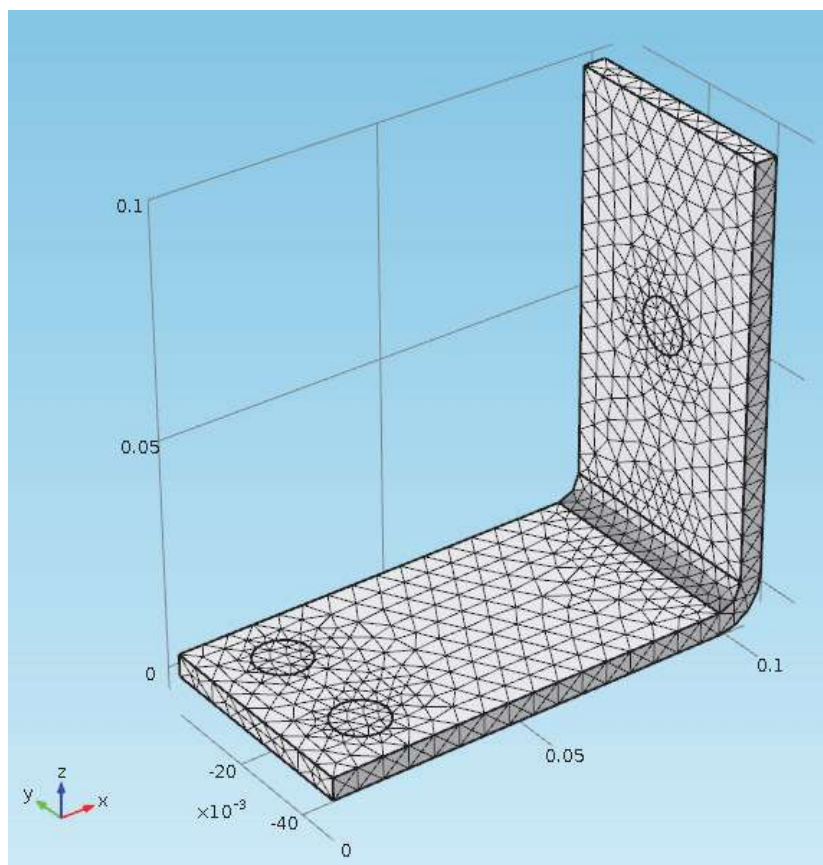

Рис. 4.23. Сетка разбиения
4. Нажмите кнопки **Build All** в окне настроек **Size**, чтобы создать сетку разбиения (рис.4.23).